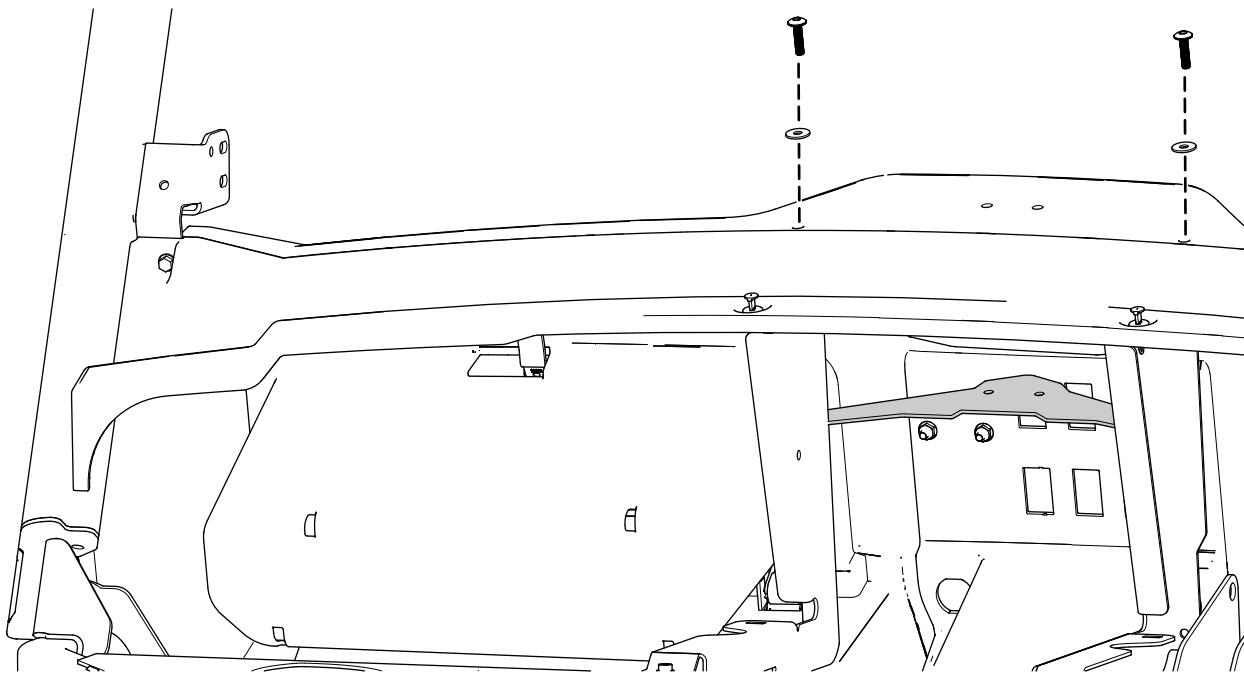

Figure 3
3. Fixez le support de verrou sur la planche de bord à l'aide de 2 vis Torx (M6 x 25 mm) et 2 rondelles (6 mm), comme montré à la Figure 3.